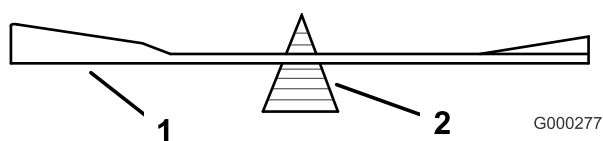

Figura 62
2. Verifique el equilibrio de la cuchilla colocándola sobre un equilibrador de cuchillas (Figura 62). Si la cuchilla se mantiene horizontal, está equilibrada y puede utilizarse. Si la cuchilla no está equilibrada, rebaje algo el metal en la parte de la vela solamente
(Figura 62). Repita este procedimiento hasta que la cuchilla esté equilibrada.